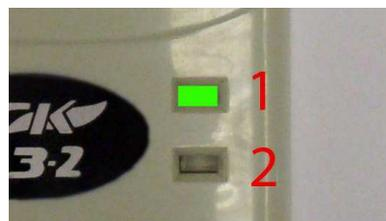

Рисунок 15. Индикаторы сигнализатора СЗ-2.
5.4. Далее в течении 5 секунд индикатор 1 горит зеленым светом. При этом индикатор 2 не горит (см. рисунок 15).